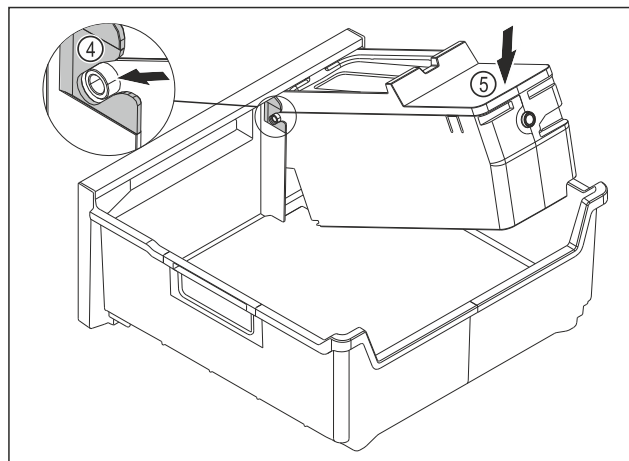

Fig. 140
- ▶ Montirajte glavni del EasyTwist-Ice: Osi glavnega dela EasyTwist-Icepotisnite v vodila Fig. 140 (4).
- ▶ Glavni del EasyTwist-Ice Fig. 140 (5) potisnite zadaj navzdol.